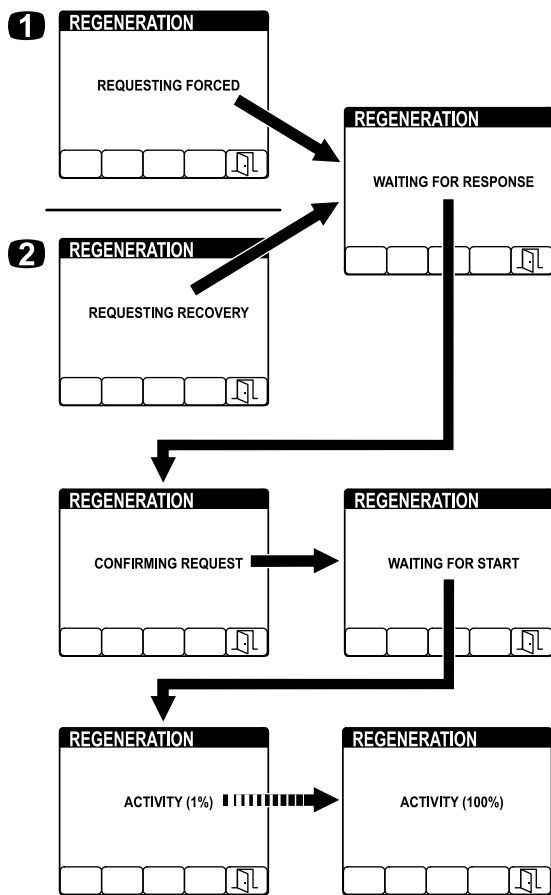

図 52
4. 再生が進行するにつれて、インフォセンターの表示が次のように変わる 図 52